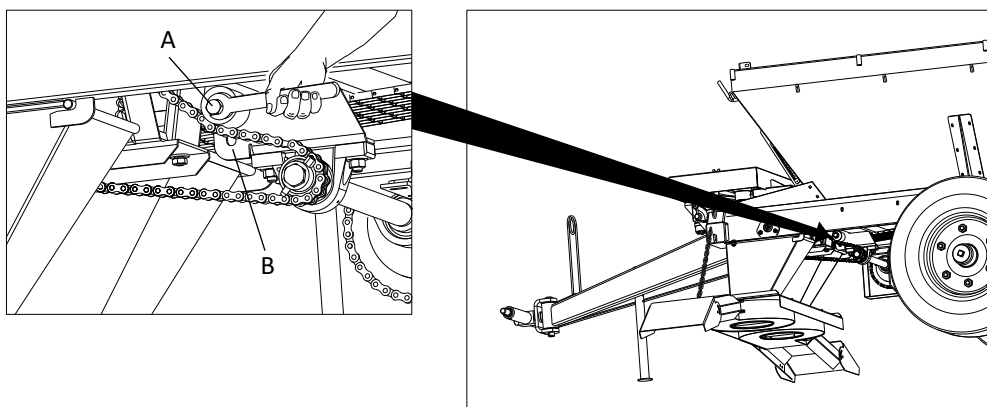

Figura 16
A regulagem de tensão das correntes do sistema de transmissão das esteiras é feita através do esticador (A) posicionado na chapa suporte (B), para a caixa de mudança de velocidade e acionamento da esteira, figura 16: